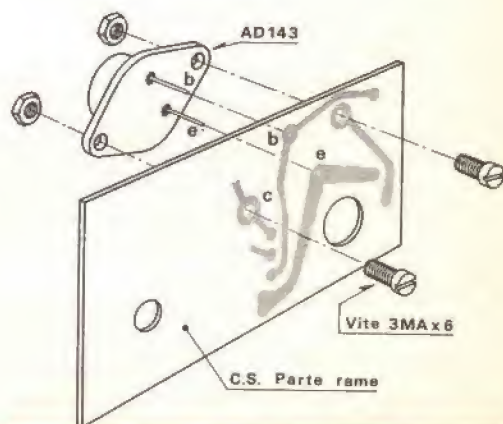

Fig. 4 - Particolare di montaggio del TR3-AD143.
- Montare il transistor TR3, orientandolo secondo il disegno; inserire i terminali di base e di emettitore nei rispettivi fori del circuito stampato, facendo così coincidere i fori di fissaggio. Inserire nei due fori del circuito stampato, dalla parte del rame, due viti da 3x6 mm. Avvitare i dadi fino al bloccaggio. Piegarle con delicatezza a 90° i terminali di base e di emettitore fino a portarli a contatto con le proprie piste, quindi saldarli (ved. particolari nella fig. 4).